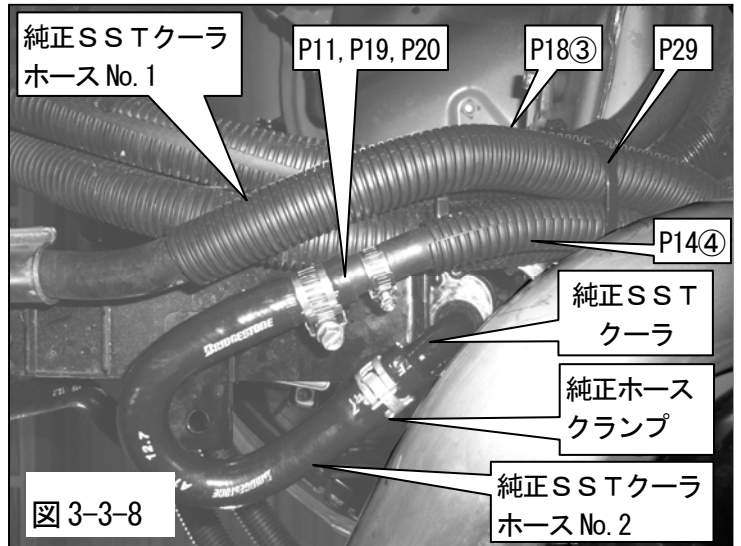

図 3-3-8
(13) 3-3. (11) で取付けた純正 SST クーラホース No. 1 に 3-1. (2) で加工したコルゲートチューブφ12.7 用③を取付けてください。(図 3-3-8)
(14) 2. (9) で加工した純正 SST クーラホース No. 2 を、純正ホースクランプを使用して純正 SST クーラに取付けてください。(図 3-3-8)
(15) 異径ジョイントパイプ、ホースバンド#4、ホースバンド#6 を使用して 3-3. (5) で組立てた SST ホースφ9④を純正 SST クーラホース No. 2 に取付けてください。(図 3-3-8)